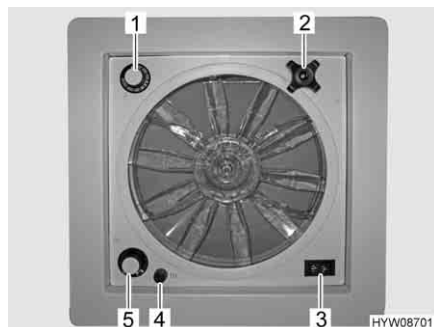

Fig. 58 Oblò con ventilatore
- ▶ Un fusibile da 4 A (Fig. 58,4) protegge da sovraccarico il motore del ventilatore. Se si verifica un sovraccarico: Per prima cosa individuare ed eliminare la causa (ad es. il ventilatore è sporco), poi sostituire il fusibile.
- Apertura oblò:** ■ Ruotare la maniglia girevole (Fig. 58,2), finché non si raggiunge l'angolo di apertura desiderato.
- Aerazione/sfiato:** ■ Portare l'interruttore a levetta (Fig. 58,3) su "Aerazione" (flusso d'aria dall'esterno verso l'interno) o "Sfiato" (flusso d'aria dall'interno verso l'esterno).
- Spegnimento del ventilatore:** ■ Portare l'interruttore a levetta (Fig. 58,3) sulla posizione centrale.
- Impostazione della velocità del ventilatore:** ■ Posizionare l'interruttore girevole (Fig. 58,5) sul grado desiderato:
- Impostazione della temperatura:** ■ Ruotare il termostato (Fig. 58,1) fino alla battuta in direzione "blu".
- Sostituzione del fusibile:** ■ Ruotare il cappuccio nero (Fig. 58,4) di un quarto di giro in senso antiorario.